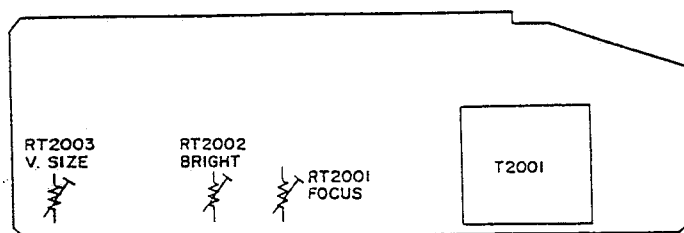

Fig. 4-72 Carte de circuits imprimés de viseur électronique (côté pièces)
(3) Réglage de hauteur de l'image du viseur électronique (figure 4-72)
(4) Réglage de luminosité du viseur électronique (figure 4-72)
(5) Réglage de mise au point du viseur électronique (figure 4-72)